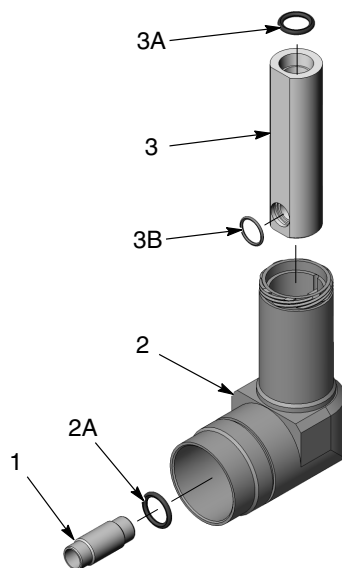

Figure 8 Vue éclatée de l'ensemble extension
1. Voir la figure 8. Tirer le tube à poudre (1) hors de l'extrémité côté pistolet de l'extension.
2. Tirer le corps à poudre (3) vers le haut et hors de l'extrémité côté buse de l'extension.
REMARQUE : Les joints toriques illustrés dans la Figure 8 sont inclus dans les kits d'entretien du corps d'extension et du corps à poudre. Il est inutile de retirer les joints toriques lors du remplacement de l'un ou l'autre composant.
1. Voir la figure 8. En cas de remplacement du corps de l'extension, vérifier que le joint torique (2A) est installé dans la rainure dans l'extrémité côté pistolet du corps neuf avant de continuer.